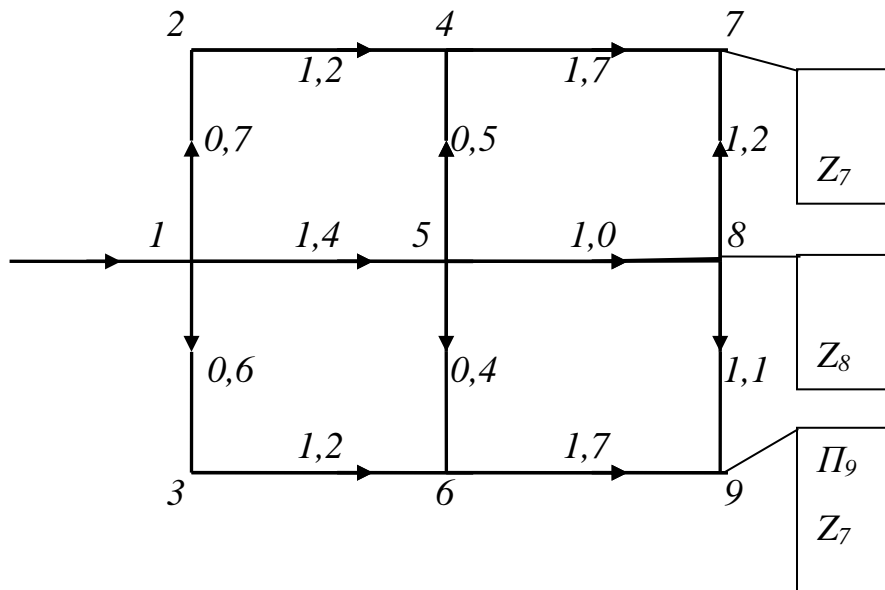

Рисунок 10.1 – Схема мережі, які підготовлена для розрахунку п'єзометричних позначок
- в) В кожному вузлі накреслити прямокутник, в центрі якого написати позначку місцевості. Вихідна схема для розрахунку п'єзометричних позначок буде мати вигляд, приведений на рис.10.1.